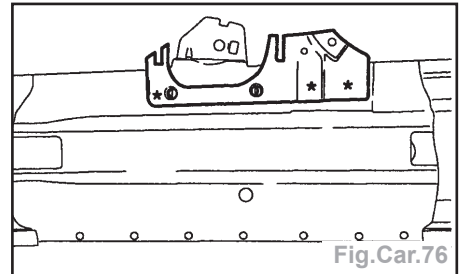

Fig.Car.76
• par fraisage des points et déposer l'élément (Fig.Car.76).